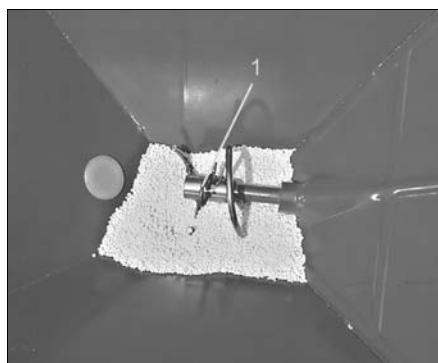

Fig. 38
- Sikringsanordningen til røreakslen, sker over hårnåle splitten (Fig. 38/1) til omrører spiralen.